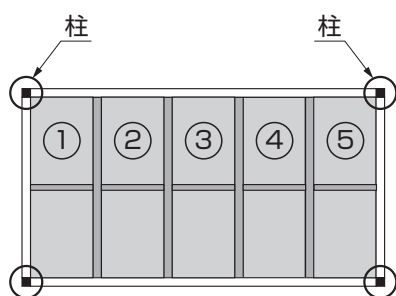
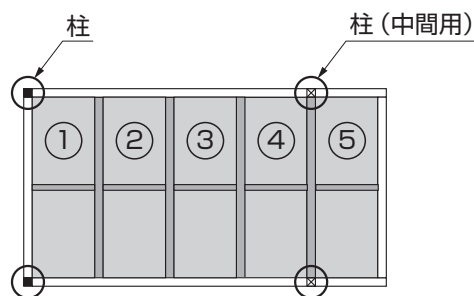

図1-10
図1-11
- ルーフ全体で屋根材を5スパン以上設置する場合は、4本の柱すべてに「柱補強部品」を使用してください。（図1-10、図1-11参照）